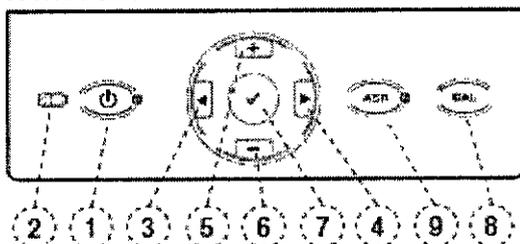

Fig. 4 Panel de teclado
- para operar el micromotor, también existe la posibilidad de pulsar y mantener presionada la tecla **CONFIRMAR** ✓ (7), Fig. 4 durante 1,5 segundos. El micromotor puede ser detenido pulsando una tecla cualquiera o el pedal. Cuando se pulsa la tecla **CONFIRMAR** ✓, el micromotor se detiene automáticamente después de 5 minutos sin uso para conservar la carga de la batería.
Pulse la tecla ON/OFF para desconectar el aparato. El LED de la batería (2), Fig. 4 no se encenderá, a menos que la batería se esté cargando.